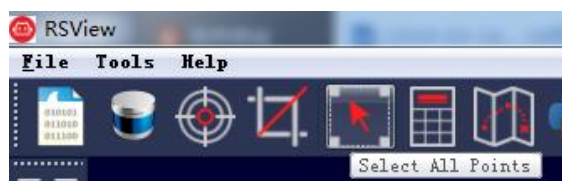

图 C-12 RSView Select All Points 工具
8. 点击 **Select All Points** 工具,这使得您的鼠标变成一个数据点选择工具(图 C-12)。